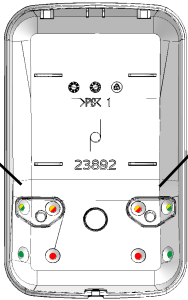

Fig. 2
- Forare la parte posteriore e fissarla al muro (Fig. 2) utilizzando 2 viti e tasselli adeguati.
- Drill the rear part and fix it to the wall (Fig. 2) using 2 screws and suitable wall plugs.
- Percez la partie arrière et fixez-la au mur (Fig. 2) en utilisant 2 vis et chevilles adaptées.